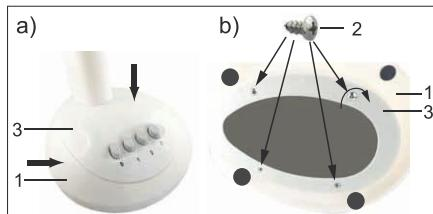

Fig.97: Montering av basen
1. Placera sockeln (3) med motorblocket och tryckknapparna för inställning av luftflödet i basen (1), bild 97, a).
2. Vänd på basen med sockeln monterad så att du ser sockelns och basens undersida, bild 97, b).
3. Skruva fast stjärnskruvarna (2) medsols i basen.